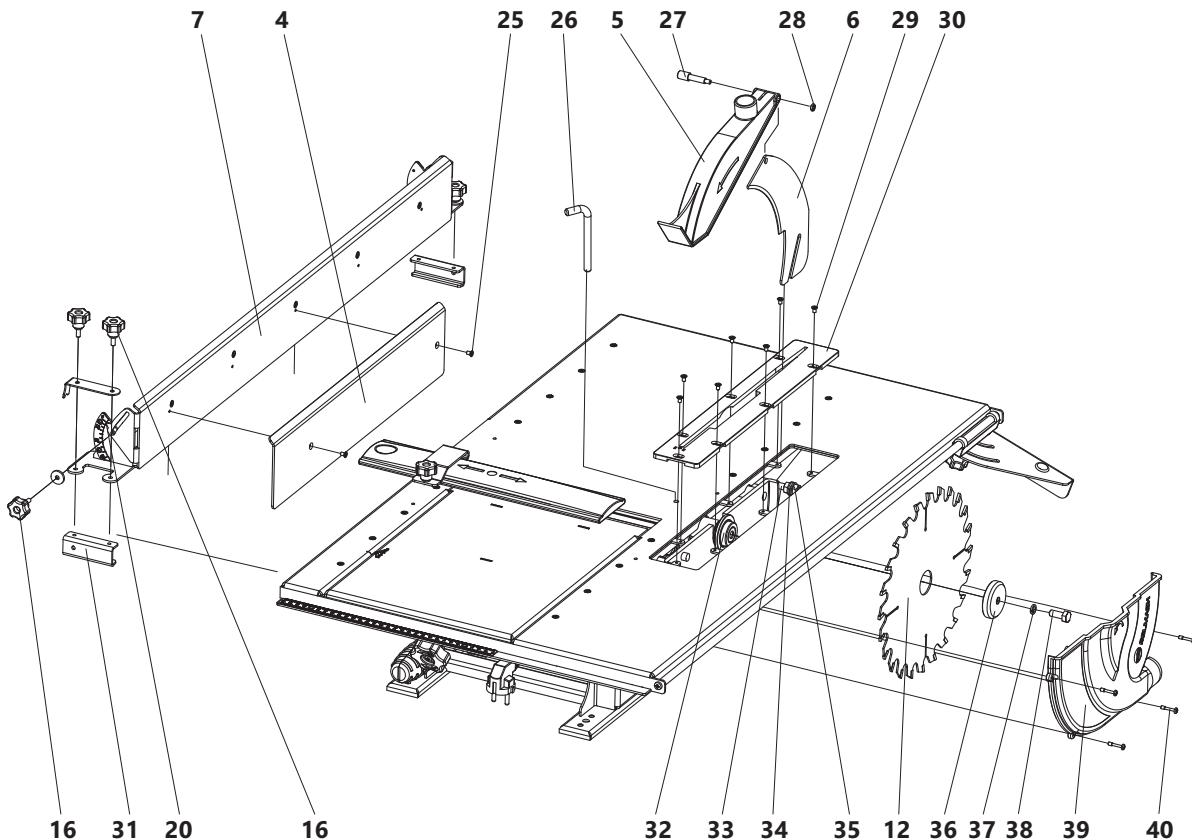

Рисунок 5. Схема сборки станка на операцию пиления
- совместить отверстия пильного стола и пильного вала, установить в них фиксатор 26 (рис. 5), фиксатор выполняет функцию стопора;
- накрутить гайки 35 на резьбовые стержни 33, установить шайбы 34 (рис. 5);
- установить в паз пильного стола вставку 30 (рис. 5);
- установить кожух 5 на расклинивающий нож 6 (рис. 5);
- прикрепить на линейку 7 накладку 4 с помощью винтов 25 (рис. 5);